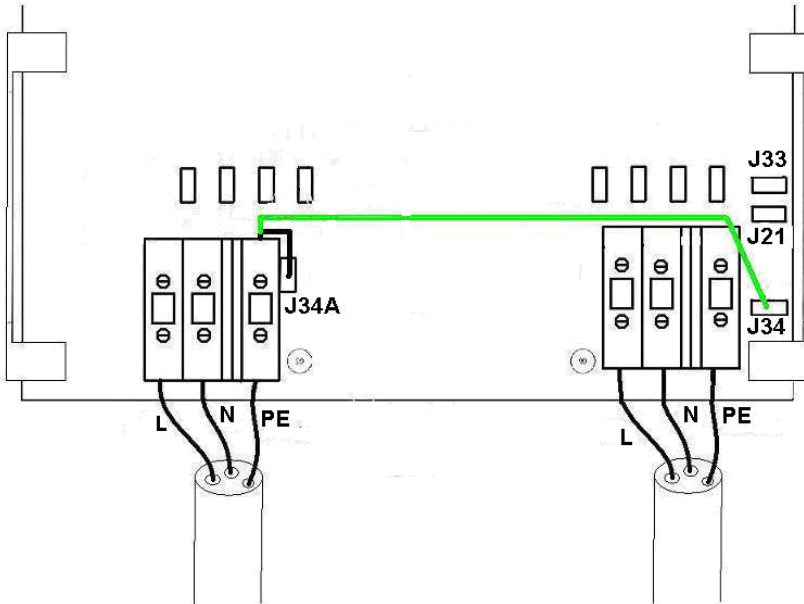

Abb. 4: Eingangserdung
## 2.3 Eingangserdung (Abb. 4)
- Im Schwimmzustand verbinden Sie die PE Eingangsklemme mit der Steckverbindung J34A (schwarzer Draht in Abb. 4) verbunden. Damit ist Ein- und Ausgang getrennt
- Befindet sich das Boot an Land (Winterlager oder Reparatur), muss aus Sicherheitsgründen eine Verbindung zwischen den beiden PE Leitern (Eingang und Ausgang) gelegt werden. Hierzu wird eine Überbrückung zwischen PE-Eingang und der Steckverbindung J34 gelegt (graue Verbindung in Abb. 4).